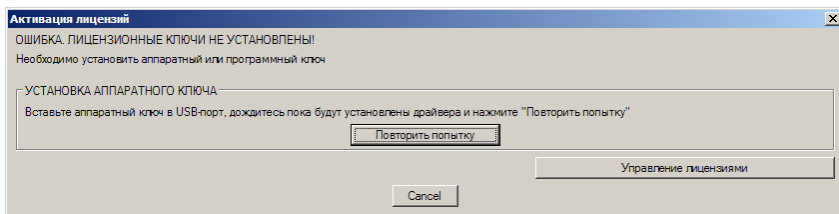
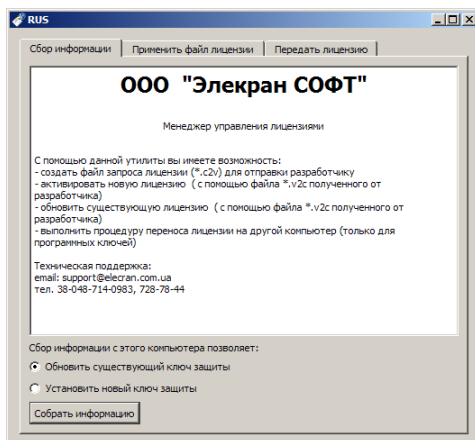

Рис. 8.50 Окно активации лицензий
Рис. 8.51 Диалоговое окно “Управление лицензиями”, режим “Сбор информации”
- активируйте диалоговое окно управления лицензиями рис. 8.51, стр. 355;
Примечание. Диалоговое окно рис. 8.51, 8.52 может быть активировано из диалогового окна рис. 8.50, стр. 354 либо специализированной командой из меню пуск панели управления Windows:
- Активируйте окно управления лицензиями рис. 8.51, стр. 355;
Диалоговое окно “Управление лицензиями” может быть активировано из диалогового окна рис. 8.50, стр. 354 либо специализированной командой из меню пуск панели управления Windows: